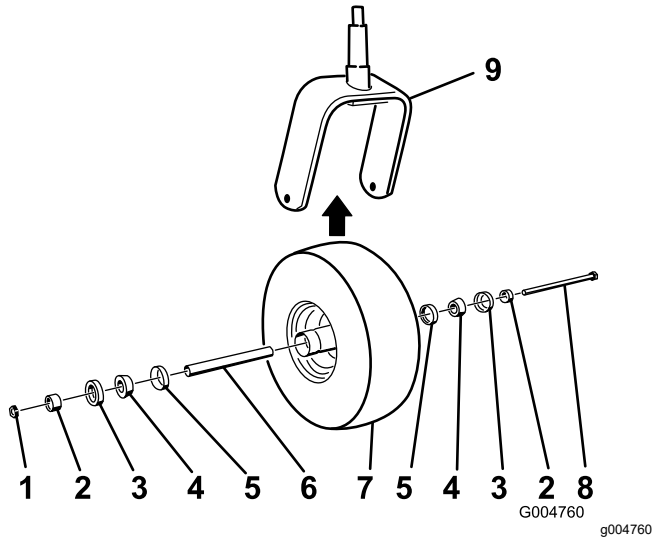

Figure 48
2. Retirez le contre-écrou du boulon (Figure 48).
5. Montez la roue pivotante en poussant les roulements à rouleaux coniques et les joints, garnis de graisse, dans le moyeu, en les positionnant comme indiqué à la Figure 48.